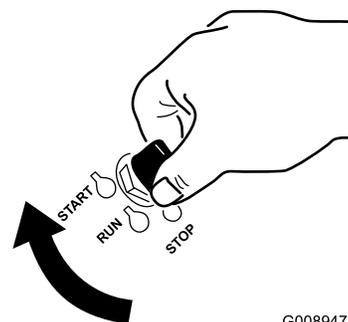

Figura 24
1. Girate la chiave di accensione in posizione AVVIO (Figura 24).